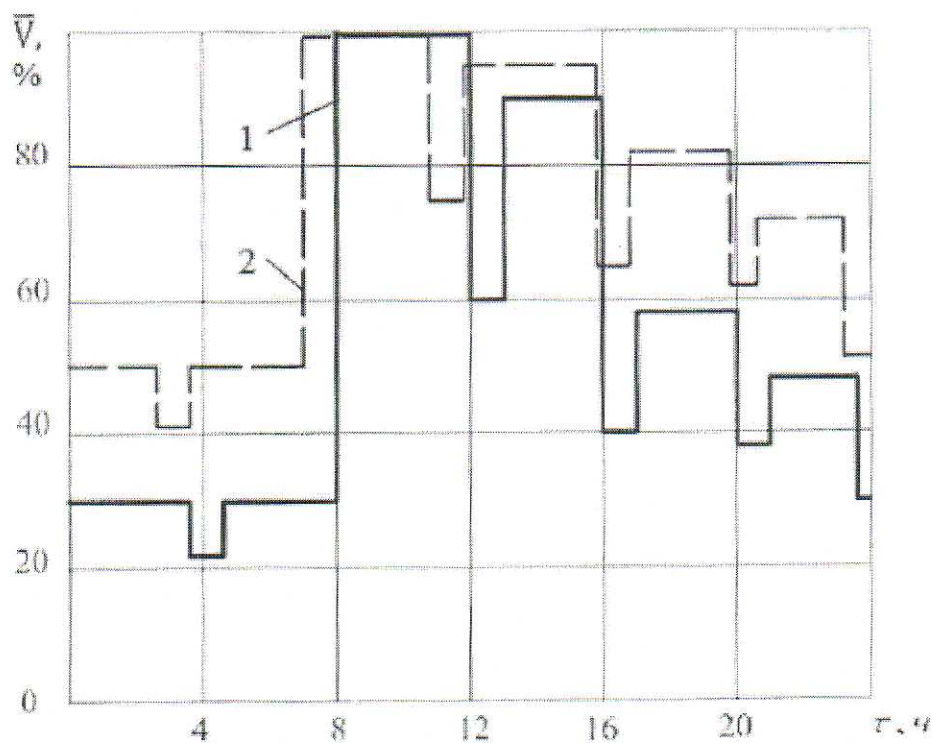

Рисунок 1 – Суточный график безразмерного расхода сжатого воздуха
2. Номер суточного графика безразмерного расхода сжатого воздуха (рисунок 1) и город, для которого проектируется КС, выбираются по таблице 2,